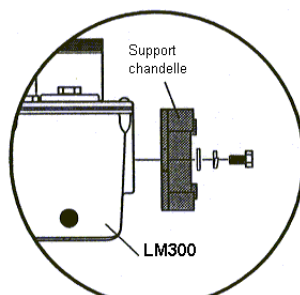

Figure 1A
2. Fixer le support au LM300 en utilisant les boulons 3/8-16 UNC fournis. Voir Figure 1A.